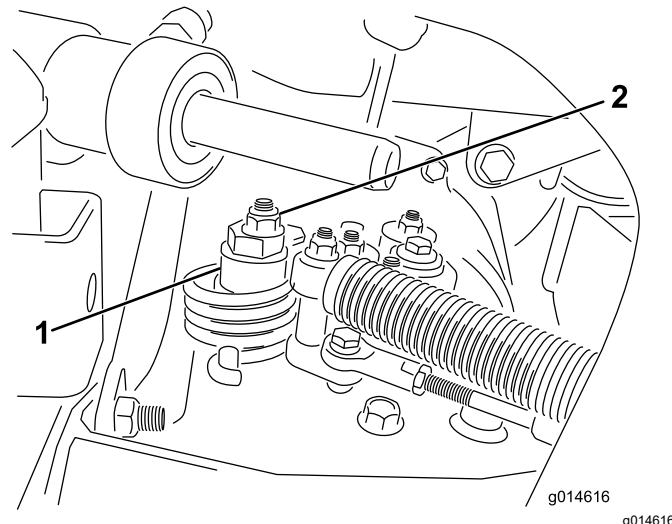

Figura 48
- A. Afloje la tuerca que sujeta el excéntrico a la parte superior del hidrostato (Figura 48).
- C. Gire el excéntrico hasta que no haya movimiento en ningún sentido. Cuando la rueda deje de girar, apriete la tuerca para bloquear el excéntrico y el ajuste (Figura 48). Compruebe el ajuste con el acelerador en las posiciones LENTO y RÁPIDO.